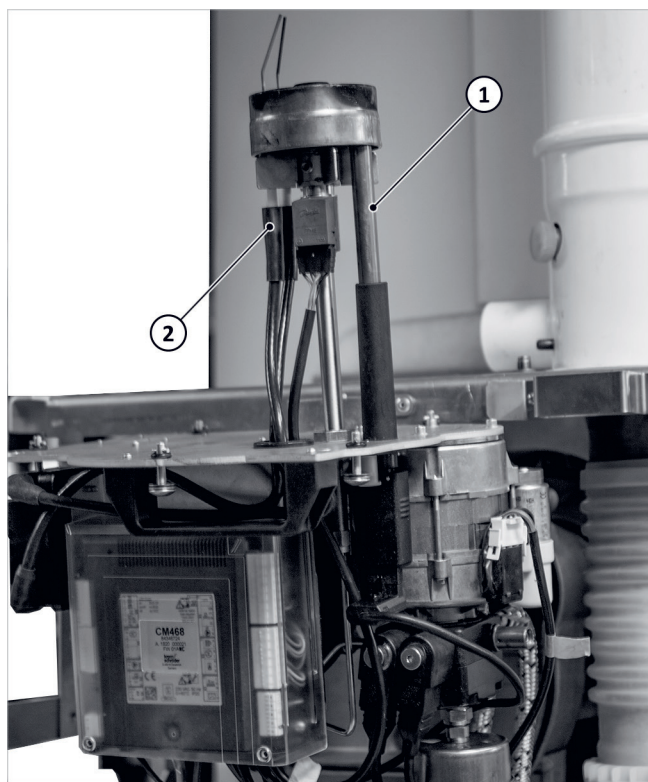

Fig. 119: Enganche del quemador a la consola
1. Retire la funda de la mirilla, véase → fig. 119 (1).